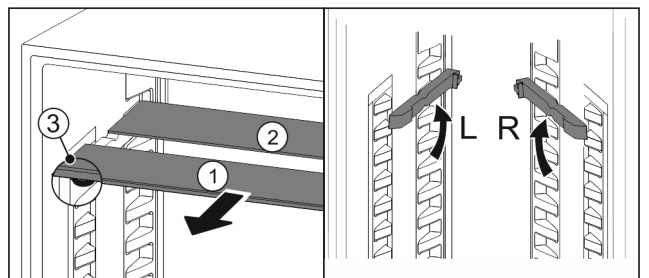

Fig. 14
- ▶ Plateaus afzonderlijk naar voren toe verwijderen Fig. 14 (L).
- ▷ Plateau Fig. 14 (1) met sierlijst ligt voor.
- ▷ Stops Fig. 14 (3) zijn naar onder gericht.